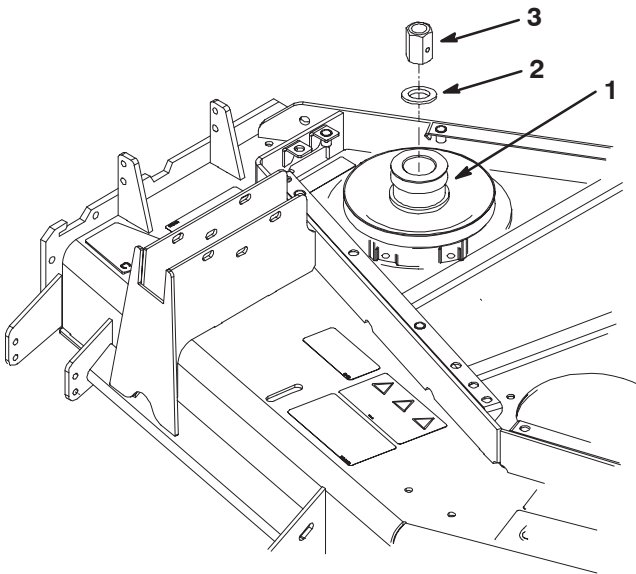

Bild 9
- 13.** Setzen Sie die V-Ringdichtung der neuen Doppelantriebsriemenscheibe und die Scheibe auf die Spindelwelle (Bild 9). Befestigen Sie die Scheibe mit der Scheibenmutter an der Spindel (Bild 9). Ziehen Sie die Mutter auf 136 Nm an.